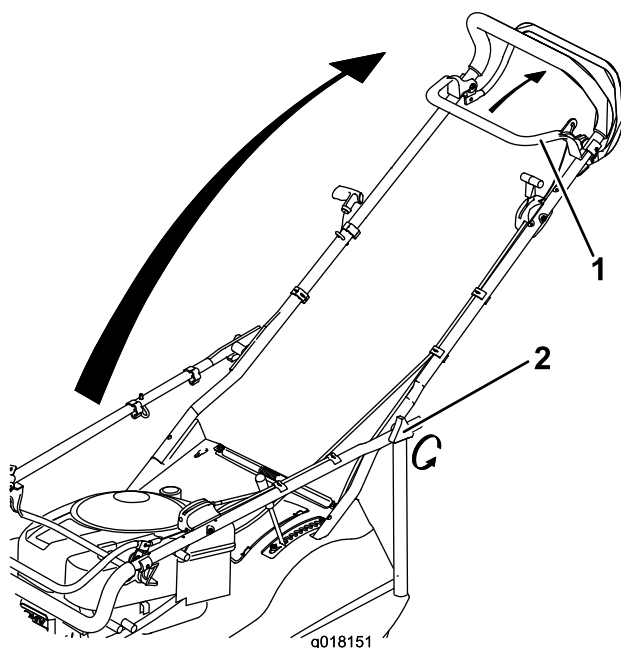

Figura 3
1. Solte os botões da pega (Figura 3).